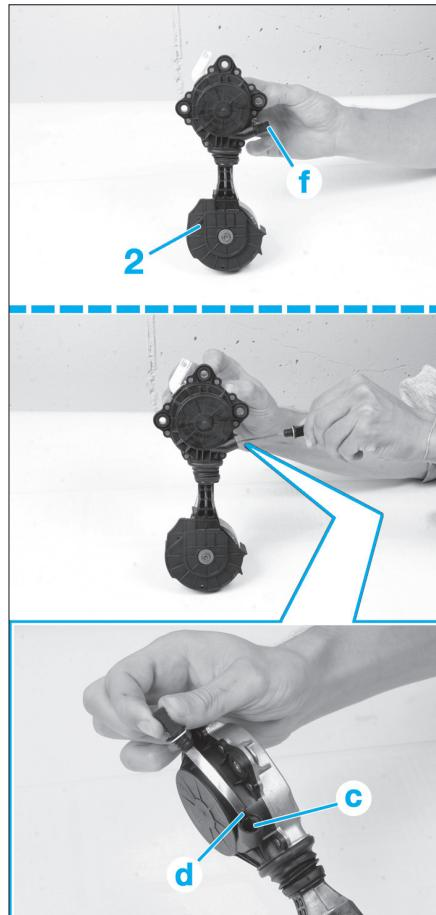

Fig. 2
- Tirer sur la languette (f) et enclencher l'encoche (d) sur le téton (c) (Fig.2).
- Vérifier que le galet et la roue de friction (2) tournent librement sans point dur.